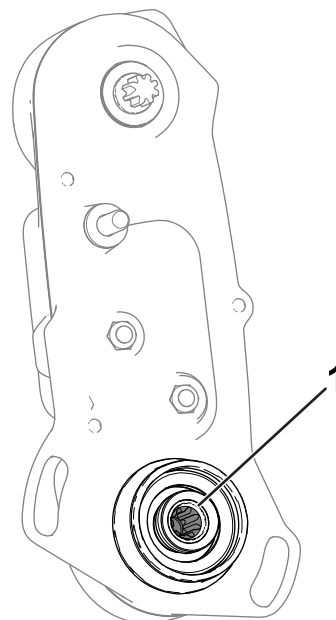

Рисунок 6
3. Проверьте внутреннюю поверхность ведущего вала барабана (Рисунок 6) на наличие остатков смазки.